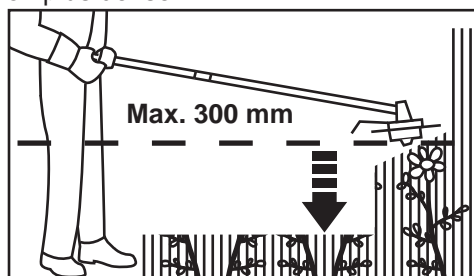

Fig. 27
- > Ne tenez jamais la tête de coupe à une hauteur supérieure à 300 mm (Fig. 27) ; plus vous tenez la tête de coupe en hauteur, et plus le risque de projections d'objets augmente.